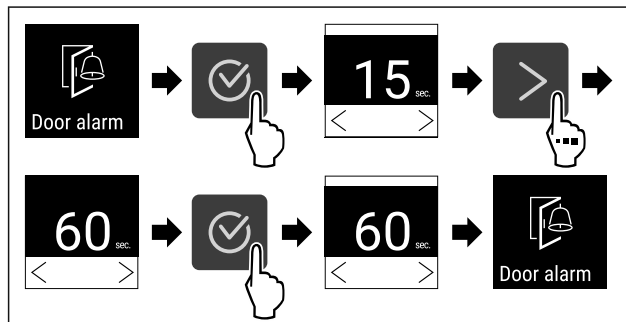

Fig. 96
- ▶ Wykonać czynności (patrz Fig. 96) .